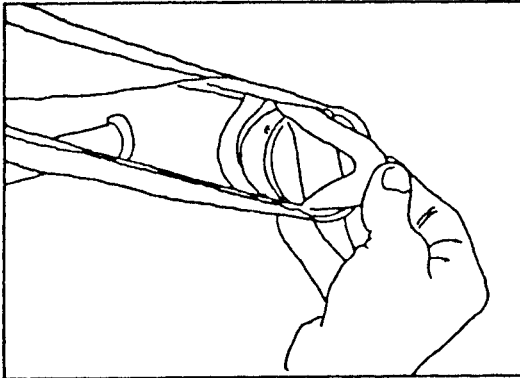

Figure 37
- 20) KONTROLLIERE NUN OB DIE SEGELBEFESTIGUNGEN (BÄNDER) AN DEN HINTEREN ENDEN DER SEITENSTANGEN RICHTIG IN DEN DAFÜR VORGESEHENEN SCHLITZEN AM FLÜGELENDE SITZEN (FIGURE 37).